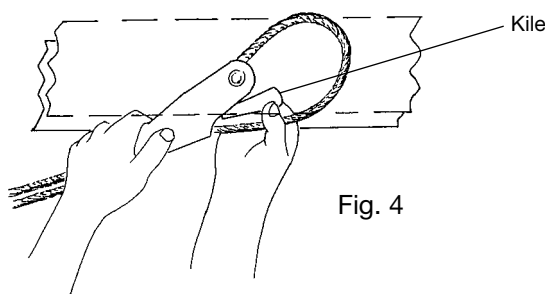
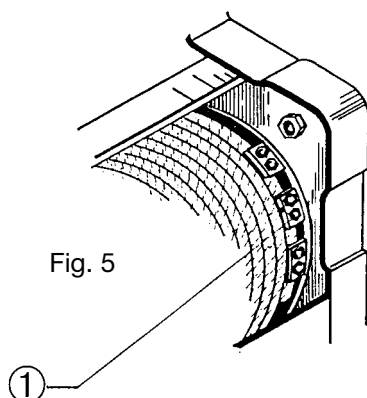

Fig. 4
Fig. 5
For demontering af wiren: fjern hovedkilen (Fig. 4), og tag derefter enden af wiren ud af beslaget, og fjern wiren fra blokskiven og muligt vekselhjul. Træk wiren fuldstændigt ud af tromlen ved at trykke på "ned" knappen på kontrolpanelet indtil tromlens ende. Løsn skrue af wiren fastgørelsesklemme (fig. 5).
Montering af ny wiser: Sæt wiseren i den sidste fastgørelsesklemme, og lad ca. 40 mm af enden af wiseren stikke ud; stram klæmskruerne (fig. 5 - pos. 1) stram wiseren indtil den mases og fastgør de andre klemmer.